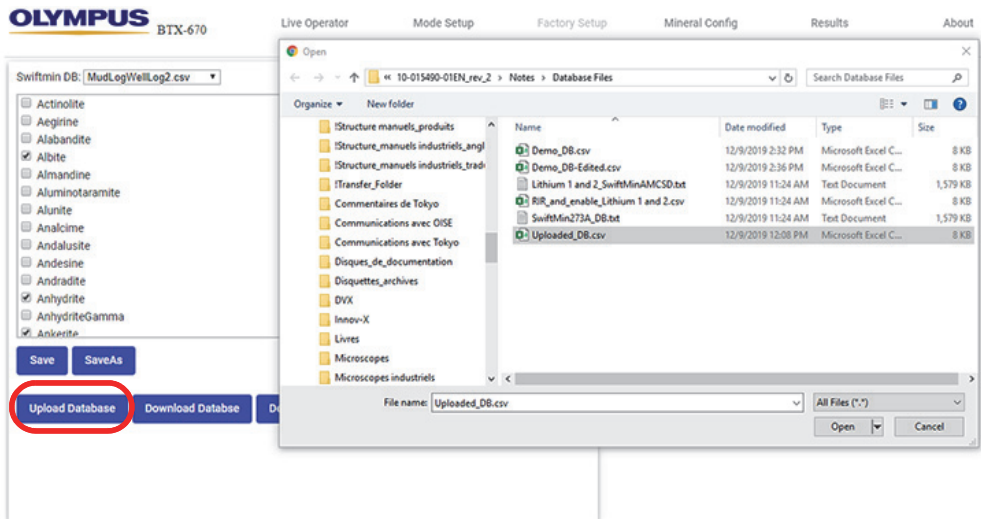

Abbildung 5-9 Hochladen der Datenbank
1. Wählen Sie **Upload Database** (Datenbank hochladen) aus, um eine Datei-Explorer-Fenster zu öffnen (Abbildung 5-9 auf Seite 81).